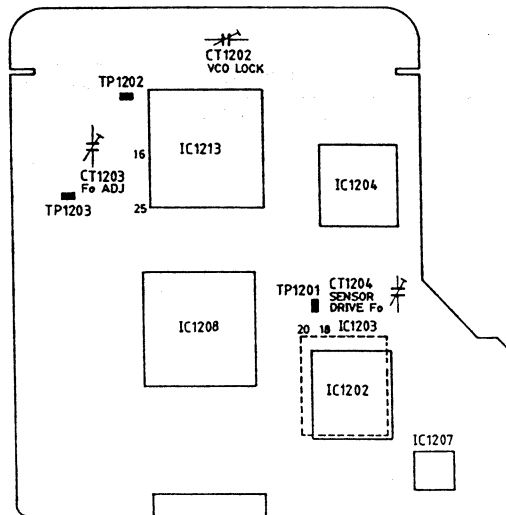

Abb. 4-6 Prozeß- (PC) Leiterplatte (Seite A)
### (1) Bestätigung der Hilsträgerfrequenz (Abb. 4-6)
### (2) Bestätigung der VCO-Verriegelungsspannung (Abb. 4-6)
### (3) Bestätigung der Sensorantriebsimpulsfrequenz (Abb. 4-6)
Den Kamerarecorder, die DSP-Vorrichtung, den Personal-Computer, die Stromversorgung usw. gemäß Abb. 4-6 anschließen.